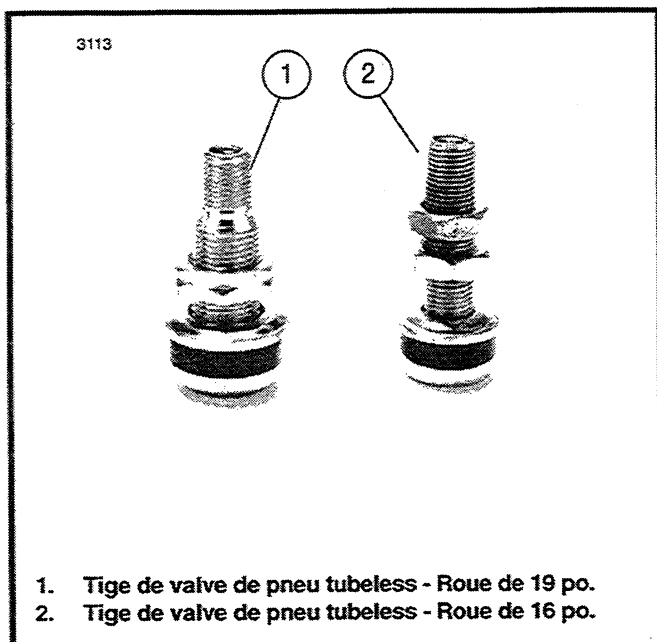

Figure 2-24. Tige de valve de pneu tubeless
1. Voir Figure 2-24. Sur les pneus tubeless, remplacez les tiges de valves qui sont endommagées ou qui fuient. Mettez une rondelle en caoutchouc sur la tige de valve sans l'enfoncer complètement (le rebord doit être un peu en retrait de la tête de la tige de valve).